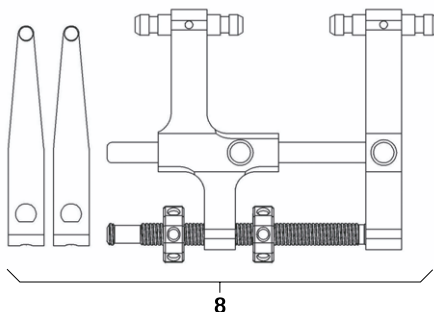

Fig. 13
- Montare il distrattore **8** con valve da distrazione, vedere Fig. 13.